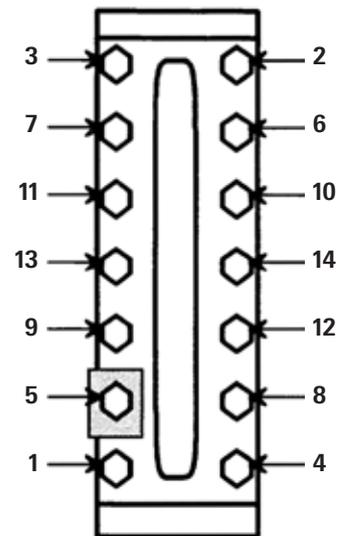

Figura 3: Secuencia de aflojamiento de tuercas
2. Sujete el indicador con firmeza y afloje las tuercas comenzando a ambos extremos de cada sección y pasando luego desde ambos extremos al centro de cada sección, como aparece en la Figura 3.